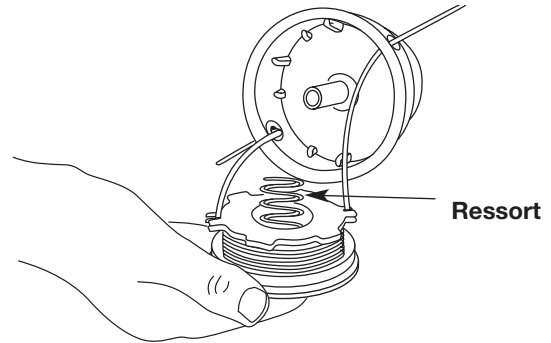

Fig. 22
13. Insérez les extrémités du fil dans les œillets de la bobine extérieure et placez le moulinet et le ressort dans la bobine (Fig. 22). Enfoncez le moulinet et la bobine ensemble. Tout en tenant le moulinet et la bobine, saisissez les extrémités et tirez fermement pour dégager le fil des fentes de retenue de la bobine.
5. Insérez les extrémités du fil dans les œillets de la bobine extérieure (Fig. 22).